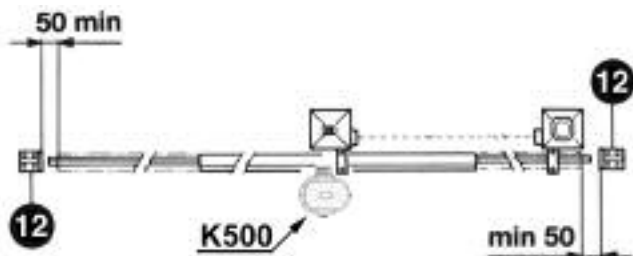

Abb. 2
- Ausser der elektrischen und mechanischen Endscharter, die mit der Steuerung verbunden werden ist es ratsam einen festen Endscharlagpunkt am Boden zu befestigen. Der im gegeben Fall einer Fehlfunktion der elektronik den Antrieb mit seinen kinetischen und statischer Groesse zum halten bringt (12)(Bild 2).
Es ist notwendig, am Ende der Föhrung zwei mechanische Stoppvorrichtungen zu befestigen (12) (Abb. 2).